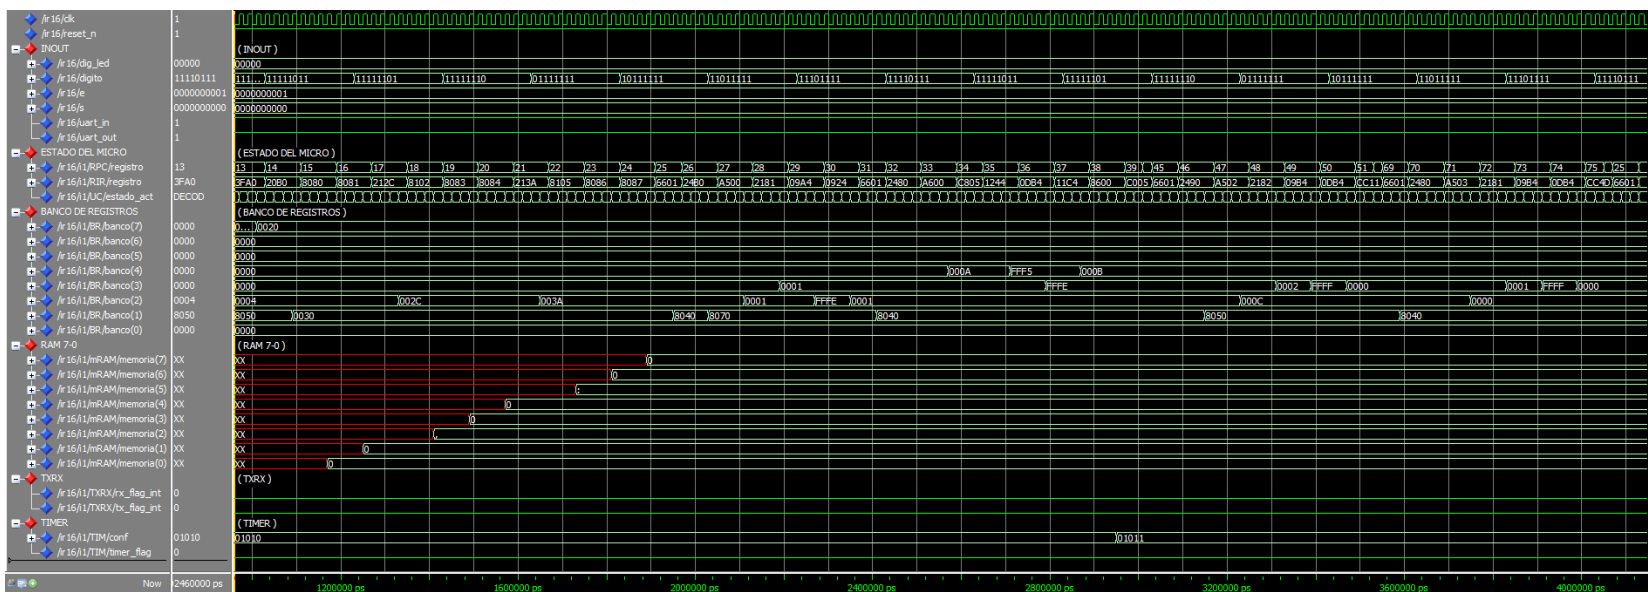

Figura 4.2: Inicialización de las Variables ASCII de la memoria RAM
- Inicialización de las Variables ASCII de la memoria RAM (Figura 4.2)